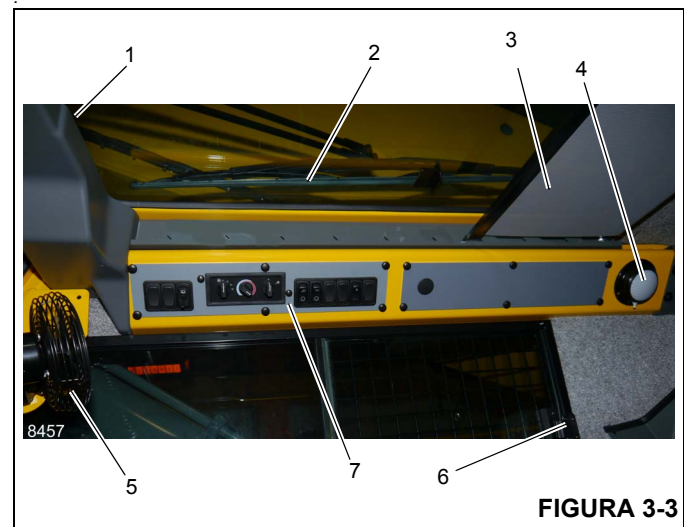

FIGURA 3-3
A trava do teto solar (1) (Figura 3-3) localiza-se na frente do teto solar. Aperte a trava e deslize a janela para trás para abrir. Para fechar, deslize a janela para trás até que a trava encaixe.
O limpador do teto solar (2) (Figura 3-3) é controlado pela chave do teto solar, (4) (Figura 3-4) e é operado pelo motor do limpador.
O protetor do teto solar (3) (Figura 3-3) é usado para diminuir a incidência direta da luz do sol. O protetor é autorretrátil e pode ser ajustado para filtrar toda a luz ou ajustado para trás, encaixando-o nos entalhes existentes.
A luz de teto da cabine (4) (Figura 3-3) localiza-se no canto traseiro direito do console do teto da cabine e ilumina a cabine. A luz de teto é controlada por uma chave na própria luz.
O ventilador de circulação da cabine (5) (Figura 3-3) localiza-se no lado dianteiro esquerdo da cabine, acima da estrutura da janela. Uma articulação permite que o ventilador gire e uma chave em sua base controla a operação. A chave possui as posições alta, baixa e desligada.
A janela do lado direito da cabine pode ser aberta. Aperte a trava (6) (Figura 3-3) para liberar e deslize para frente. Para fechar, deslize a janela para trás até que a trava encaixe.